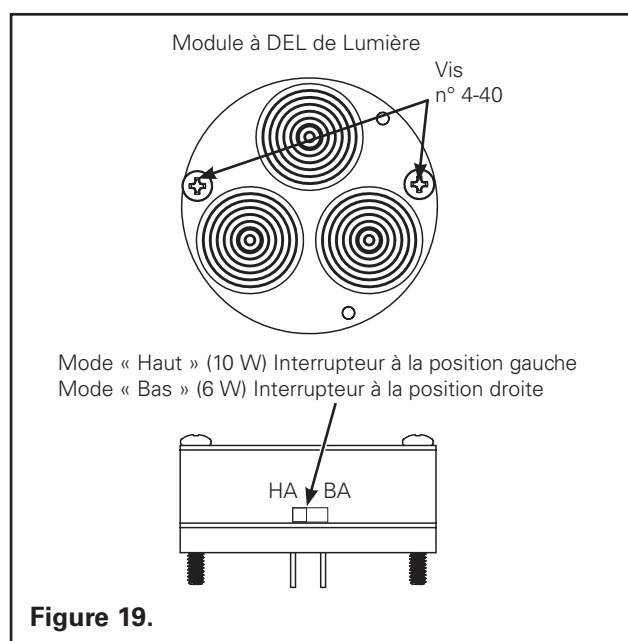

Figure 19.
1. Retirez la bague de lentille en la levant après avoir desserré les 4 vis (Figure 19.).